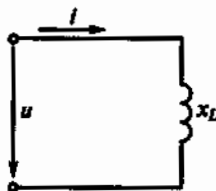

Рис. 66
3.3. Напряжение на зажимах цепи с индуктивным сопротивлением x_L (рис. 66) изменяется по закону $u = 220 \sin(314t + \pi/4)$. Каков закон изменения тока в цепи, если $x_L = 50 \text{ Ом}$?